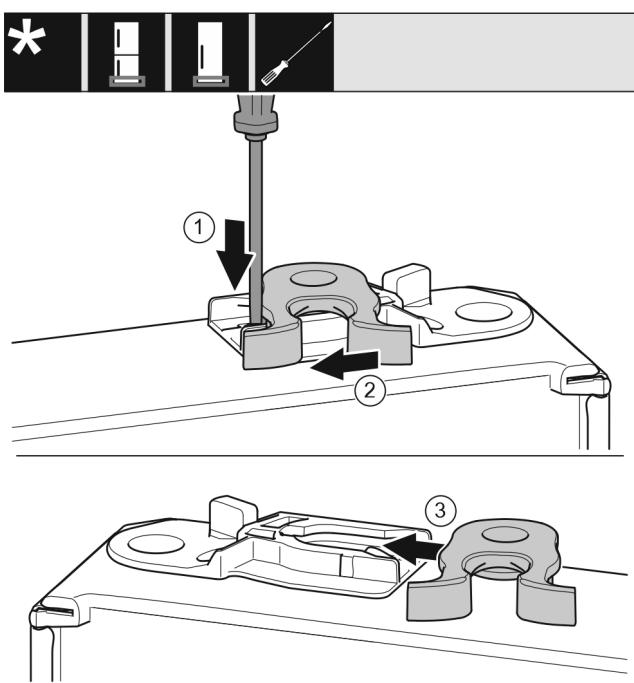

Fig. 27
- ▶ Plochým skrutkovačom zatlačte strmeň nadol. *Fig. 27 (1)*
- ▶ Zatvárací hák vytiahnite z vedenia. *Fig. 27 (2)*
- ▶ Zatvárací hák zasuňte na druhej strane do vedenia. *Fig. 27 (3)*